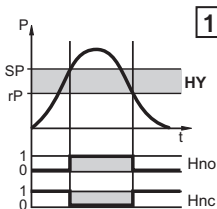

Abb. 1 Schließer
- Hysteresefunktion / Schließer: $[\text{ou1}] / [\text{ou2}] = [\text{Hno}]$ (siehe Abb. 1)
- Hysteresefunktion / Öffner: $[\text{ou1}] / [\text{ou2}] = [\text{Hnc}]$ (siehe Abb. 1)